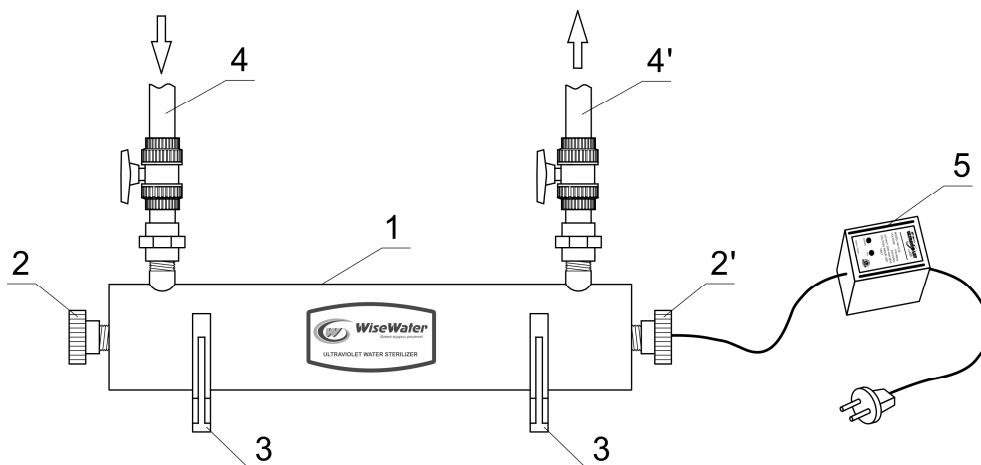

Рис. 1
3.1 Установка состоит из камеры обеззараживания и блока питания (Рис. 1).
В случае обнаружения течи из-под гаек (Рисунок 1, поз. 2) подтяните их **вручную**.